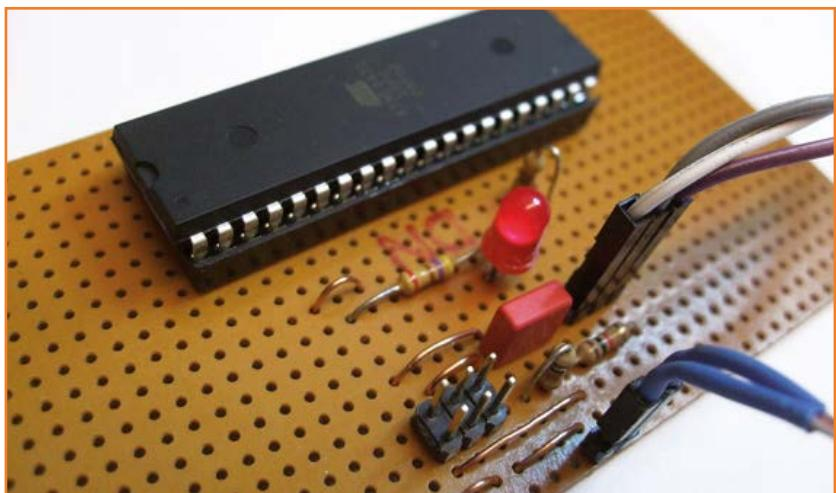

Figure 3.
**(figure 3).** Le câblage de l'entrée *Reset* suffit à le rendre fonctionnel. Le composant neuf tourne sur son horloge interne à 1 MHz.